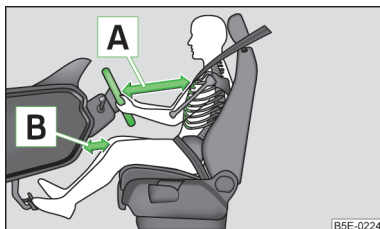

Fig. 113
- Reglați volanul în așa fel, încât distanța dintre volan și torace să fie de cel puțin 25 cm **[A]** » fig. 113. Reglați distanța picioarelor față de bord în zona airbagului pentru genunchi în așa fel, încât aceasta să fie de minim 10 cm **[B]**. Dacă nu se respectă această distanță, sistemul airbag nu își poate exercita eficiența maximă – Pericol!